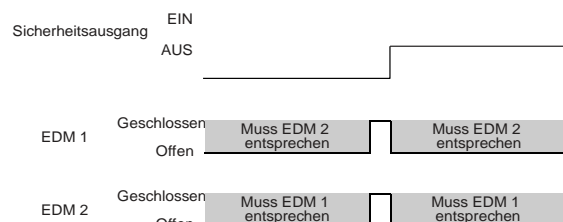

Abbildung 29: Zeitdiagramm: Status der zweikanaligen externen Geräteüberwachung in Bezug auf den Sicherheitsausgang
- **Zweikanal-Überwachung:** Es handelt sich um den Anschluss voneinander unabhängiger geschlossener Überwachungskontakte, die jeweils mit einem durch die Sicherheitsauswertung gesteuerten Gerät mechanisch verbunden sind. Beide EDM-Eingänge müssen geschlossen werden, bevor am Sicherheitsauswertung ein Reset durchgeführt und die OSSDs eingeschaltet werden können. Während die OSSDs eingeschaltet sind, können die Eingänge ihren Zustand ändern (entweder beide offen oder beide geschlossen). Wenn die Eingänge länger als 250 Millisekunden im entgegengesetzten Zustand bleiben, tritt ein Sperrzustand ein. Siehe Abbildung 29 auf Seite 48.